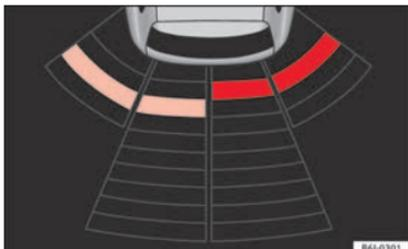

Fig. 145 Visualizzazione del sistema di assistenza per il parcheggio sul display del navigatore.
►► **fig. 145** è possibile stimare la distanza